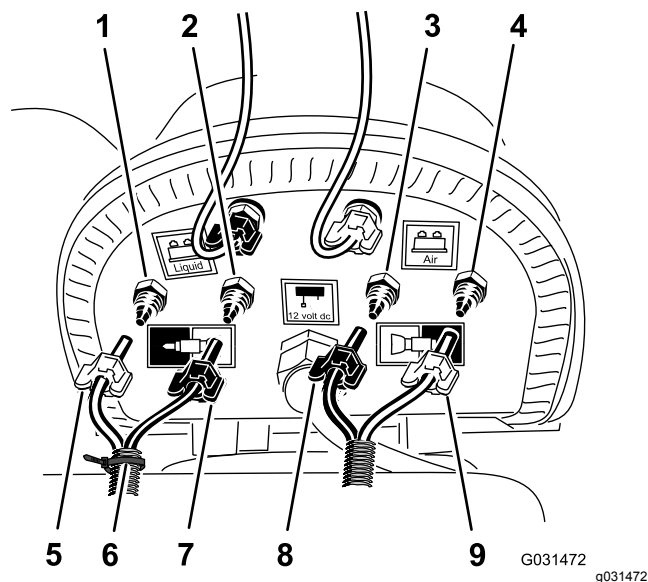

Figure 23
1. Sur le panneau de connexion du compresseur du kit traceur à mousse, placez un attache-câble autour des tubes transparent et bleu pour la section de rampe droite (Figure 23).
2. Desserrez les écrous à compression des 2 tubes transparents et des 2 tubes bleus reliés aux buses de mousse sur les sections de rampe gauche et droite (Figure 23).
3. Retirez les 4 tubes des raccords à compression des sections de rampe (Figure 23).